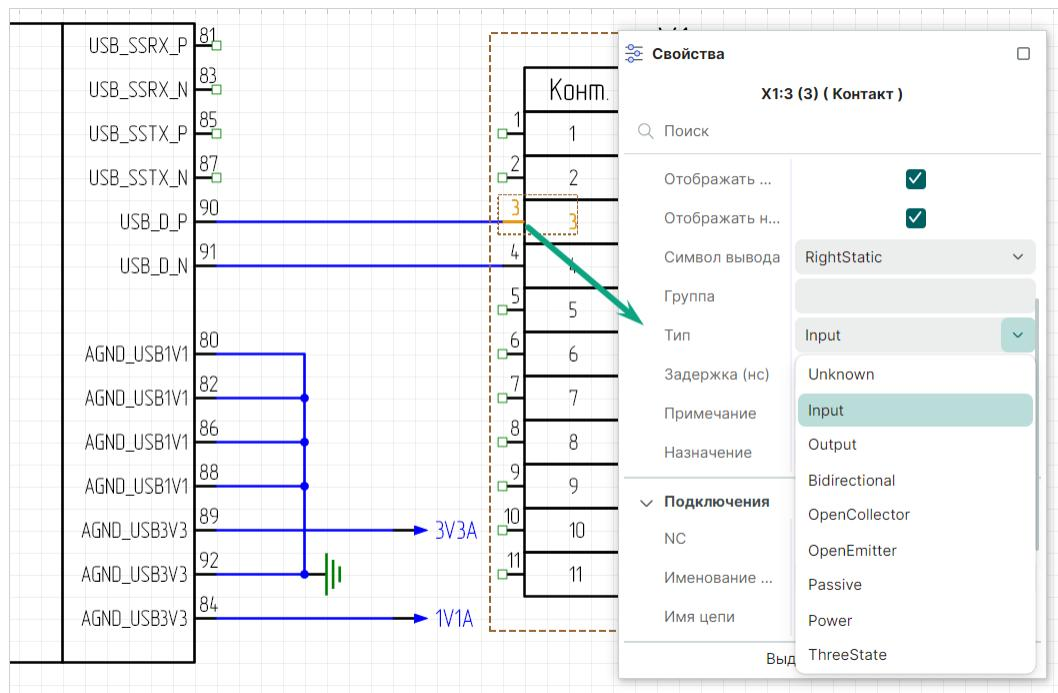

Рис. 137 Определение типа контакта элемента диффпарной цепи
4. В окне «Свойства» → «Вывод» → «Тип» выберите тип контакта Input, см. Рис. 137.